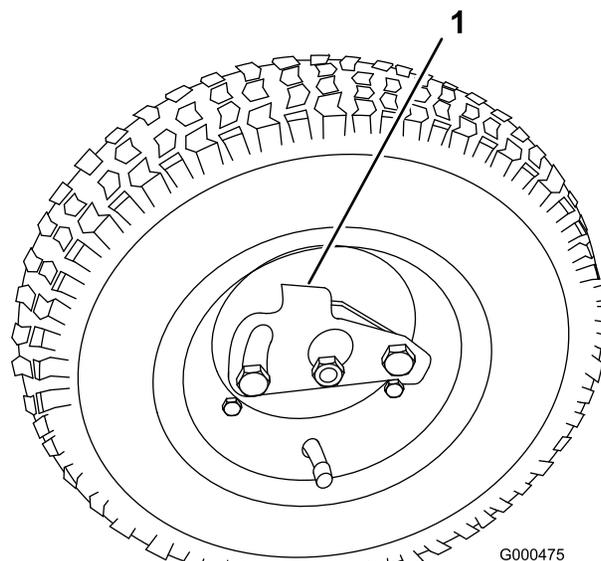

Figure 16
2. Poussez le clip de verrouillage vers le centre de la roue et faites coulisser la roue sur l'arbre hexagonal (Figure 16).